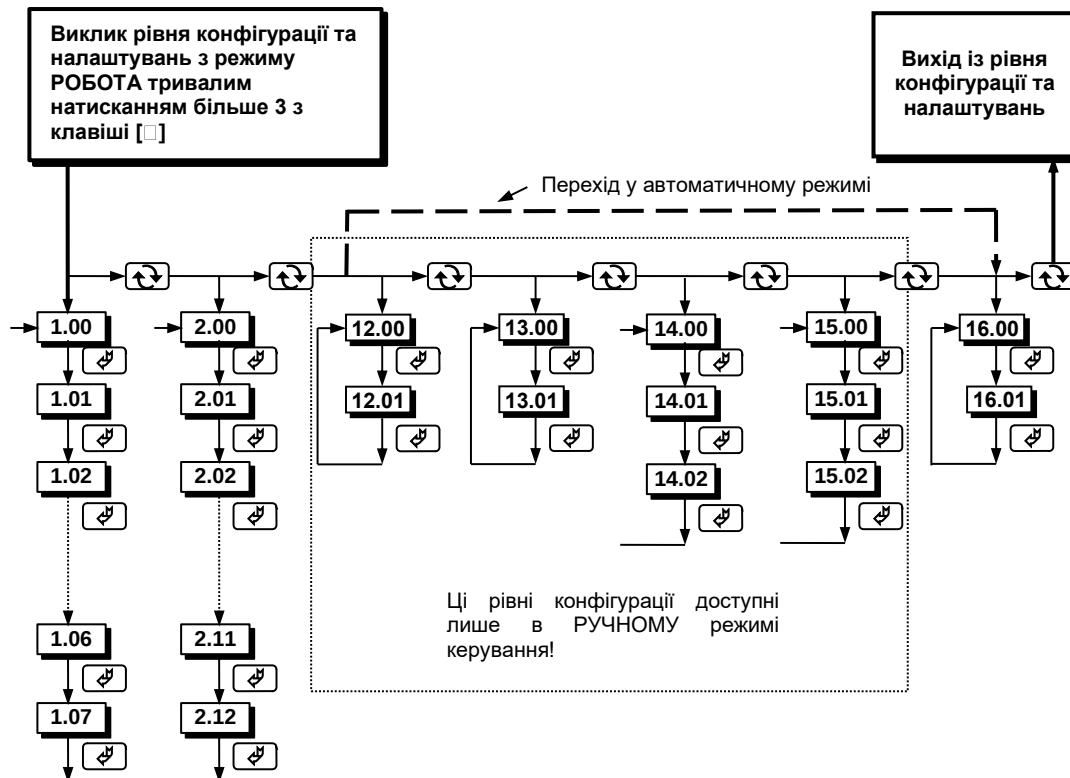

Рисунок 6.2. Діаграма рівнів конфігурації та налаштувань
• Установки розділені на групи, кожна з яких називається "рівень". Кожне задане значення (елемент налаштування) у цих рівнях називається "параметром". Параметри, що використовуються в регуляторі ПП-10, згруповані у наступні 16 рівнів та представлені на діаграмі – див. рисунок 6.2. Індикація значення параметрів конфігурації та їх номерів наведено на рисунку 6.3.